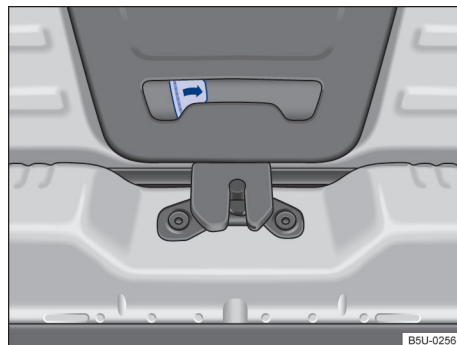

Fig. 54 Do lado de dentro do compartimento de bagagem: destravamento de emergência da tampa traseira.
- Deslocar a alavanca de destravamento no sentido da seta → Fig. 54, para destravar a tampa.